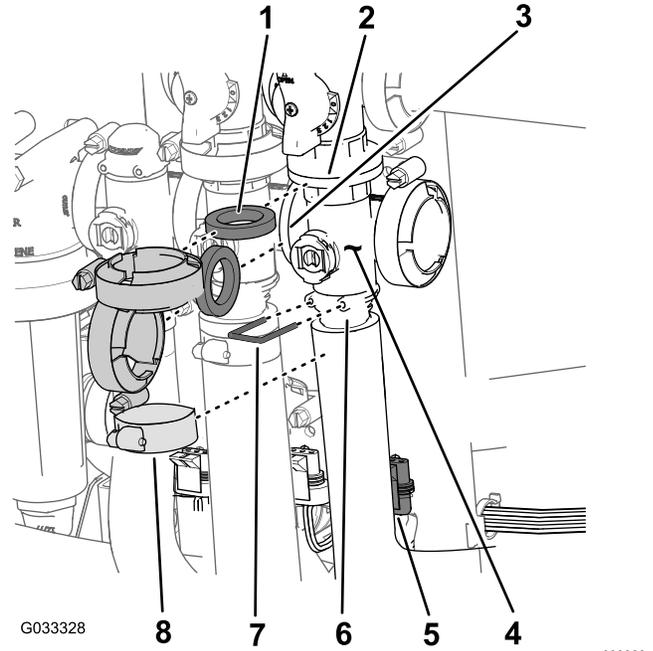

図 71
1. マスターブームバルブ用のマニホルド 図 71 をマスターブームバイパスバルブ、攪拌バルブ、マスターブームマニホルドバルブフローメータ用ホースの端部に固定しているクランプとガスケットを外す。
2. マスターブームバルブ用のマニホルドに出口フィッティングを固定しているリテーナを外す 図 71。